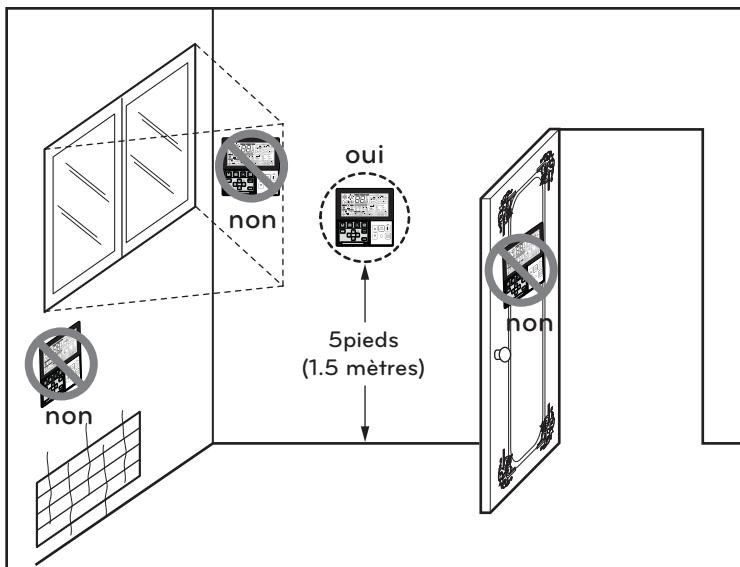

Fig.1 Emplacements typiques pour la télécommande
- Cette télécommande est équipée d'un écran à DEL à sept segments. Pour un affichage approprié de l'écran DEL de la télécommande, celle-ci devrait être installée correctement comme montré dans la Fig.1.
- Les unités dont la capacité est supérieure à 48 kBT.U/h sont équipées de raccordements sur quatre côtés. (Voir Figure 1)
<Figure 1>